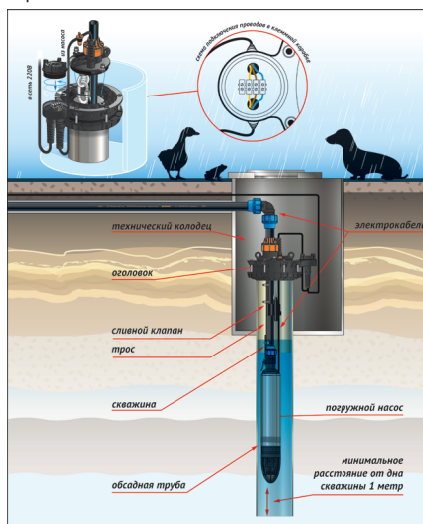

Рисунок 4
- Коммутация сетевого кабеля и электрического кабеля насоса производится по схеме (рисунок 4).